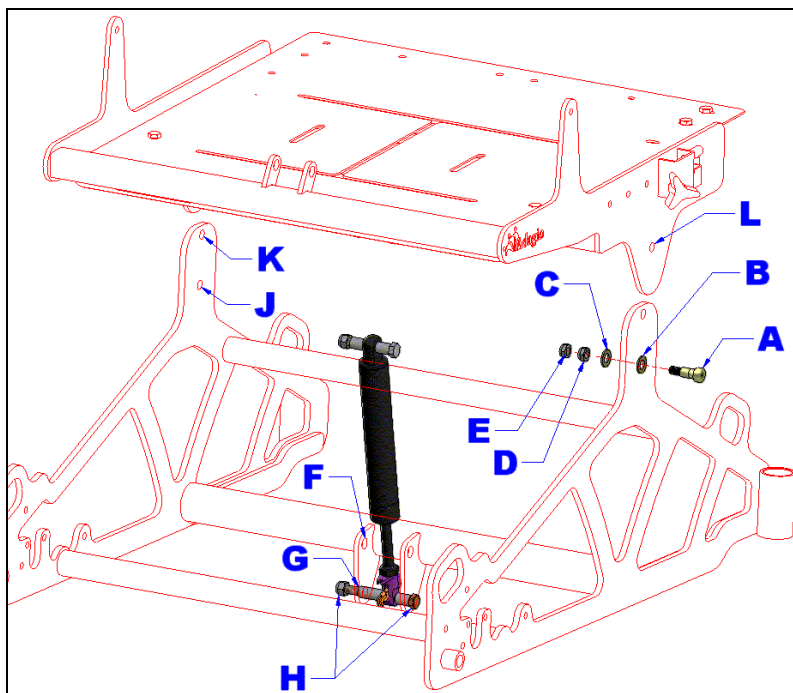

Figure 8 : Ajuster la hauteur de l'assise.
La base de positionnement  permet d'ajuster la hauteur sol-siège de deux (2) hauteurs différentes soit 18 et 20 pouces (voir; figure 8):